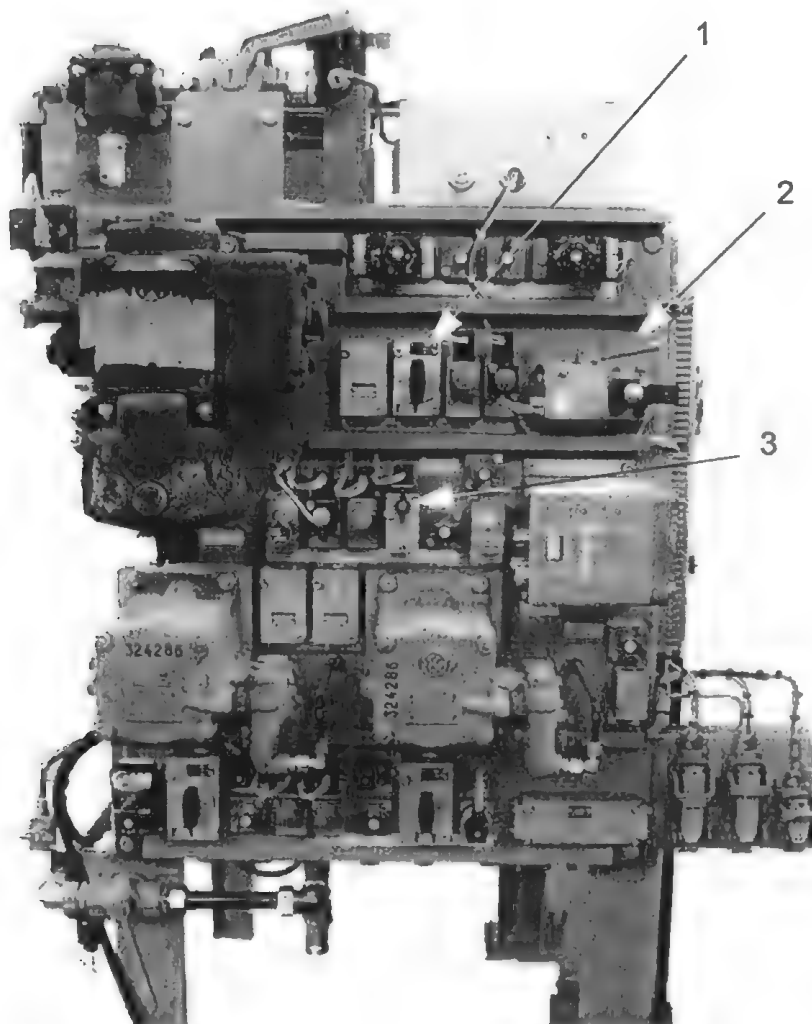

Bild 13-2 / Bremstafel
- Direkte Bremse absperren. Absperrhahn „Direkte Bremse“ (Bild 13-2 / Pos. 3) auf der Bremstafel waagrecht stellen.
- Das Sifa-Ventil auf der Bremstafel (Bild 13-2 / Pos. 2) absperren (nach rechts legen)
- Absperrhahn „Schleppbetrieb“ (Bild 13-2 / Pos. 1) auf der Bremstafel senkrecht stellen.